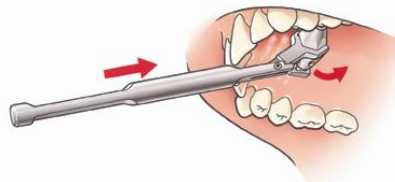

Fig. 9
In moeilijke gevallen (beperkte mondopening) kan de hinged key (ref.03-751A) nuttig zijn (Fig. 9).